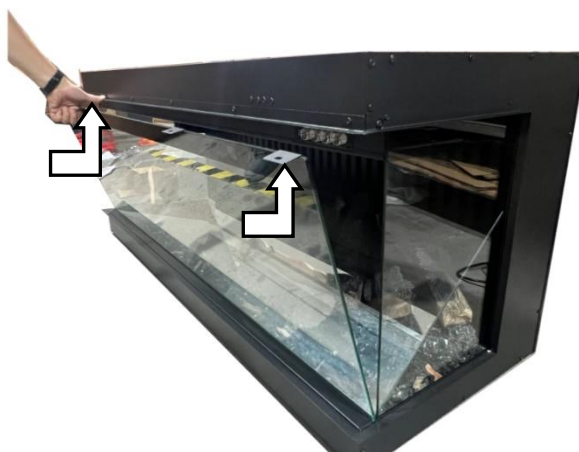

Рис.1-1 Рис.1-2
- Выкрутите все винты из верхней части стеклянной панели. Рис.1-1